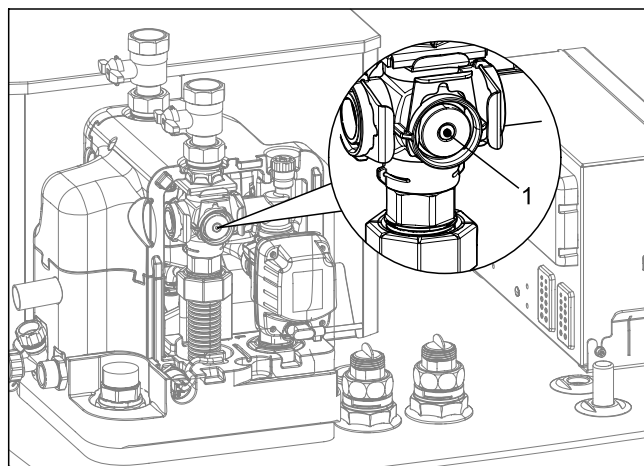

Fig. 6-4 Sustituir el sensor interno del mezclador
- 4 Extraer el sensor interno del mezclador t_{v2} del cable del casquillo de inmersión del sensor (Fig. 6-4, pos. 1).